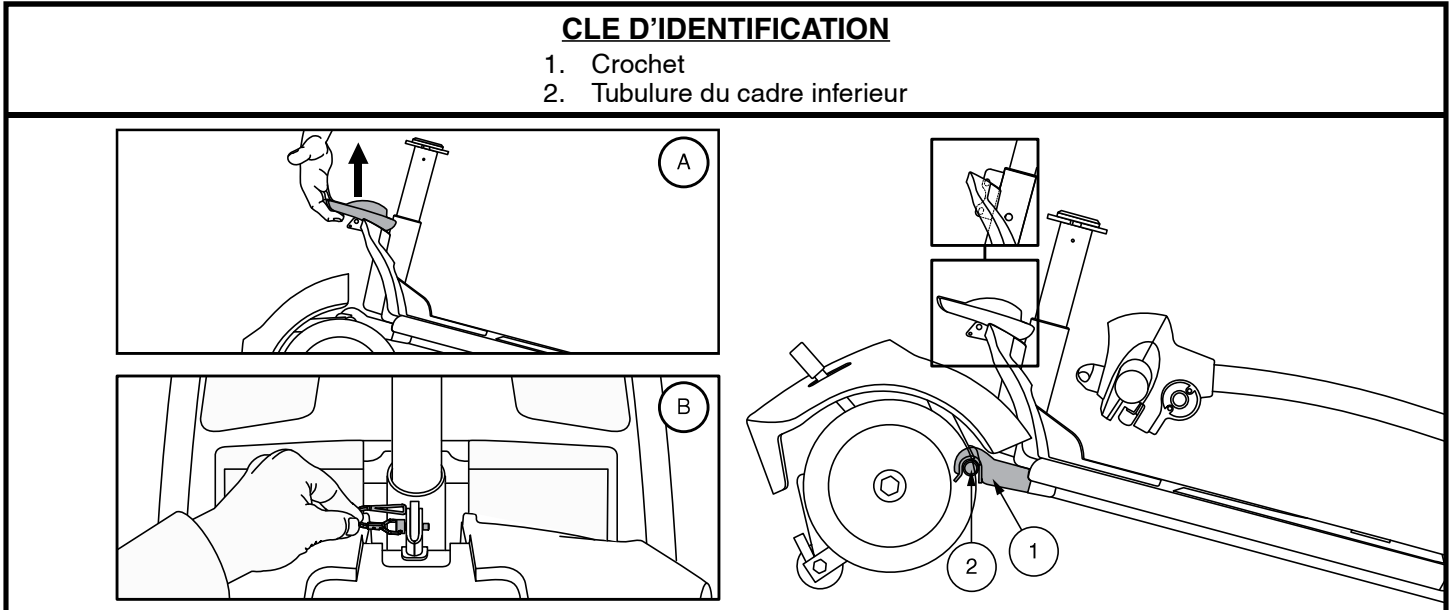

Figure 33. Levier de blocage du cadre (Style A) et Libérez la goupille de verrouillage de blocage du châssis (Style B)
4. Séparez doucement les sections du Travel Scooter. **Voir la figure 33.**
**NOTE:** Avant de débiter l'assemblage, basculez légèrement la section arrière du Travel Scooter vers ses rolettes antibasculer tel que montré dans la figure 33.
1. Soulevez la section avant par le levier de blocage (ou le mât du siège sur les modèles 29, 36, 336, 83, et 84) et alignez les crochets avec la tubulure de la section arrière. **Voir la figure 33.**
2. Une fois que les crochets du châssis sont sur le tube inférieur du châssis, abaissez la section inférieure avant et faites pivoter la section arrière simultanément. Ceci engagera le verrouillage du châssis automatiquement pour les modèles AAP4, 39, 40, 44, 40LX, 40X, 44X, 40E, 44E, 44LX, 49, 50LX, 50LXLIT, 53, 53HD, 54, 54LX, 54LXLIT, 54HD, 66, 67, 73, 74, et Jazzy ZTS. Pour les modèles 29, 36, 336, 83, et 84, vous aurez besoin de réinstaller la goupille de verrouillage du châssis pour terminer l'assemblage du corps. **Voir la figure 33.**